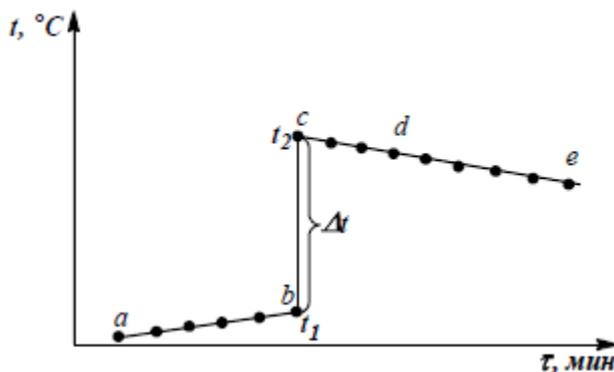

Рис. 4. Изменение температуры в зависимости от времени для экзотермического процесса
5. Результаты температурных измерений представьте в виде графика (рис.4). На оси абсцисс нанесите время в секундах, а на оси ординат — показания температуры в °С.